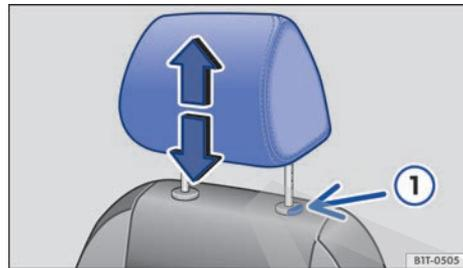

Fig. 43 Plazas traseras laterales: desmontar el apoyacabezas.
- Extraiga el apoyacabezas completamente a la vez que presiona la tecla → fig. 43 ①.